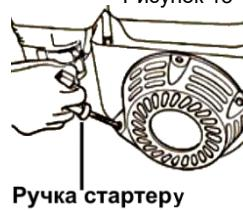

Рисунок 15
- 4) Поверніть важіль управління дросельною засувкою трохи вліво (рисунок 15);